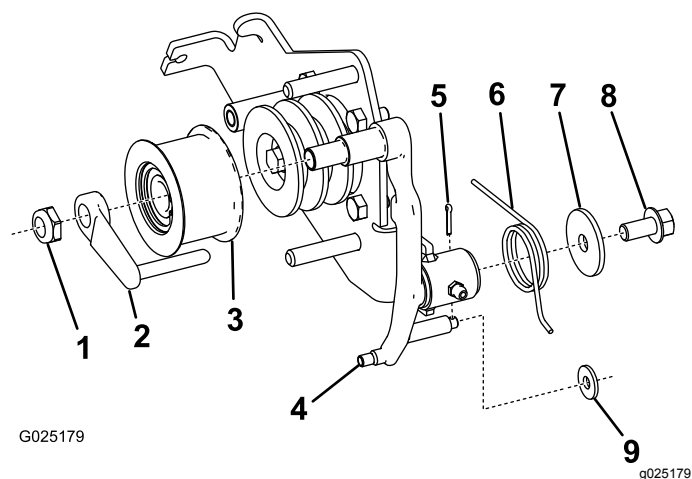

Figura 2
4. Remova a mola de aperto, parafuso, anilha e união do cabo da alavanca da embraiagem (Figura 2).
2. Instale a mola de torção, anilha e parafuso existentes na nova alavanca da embraiagem (Figura 2).